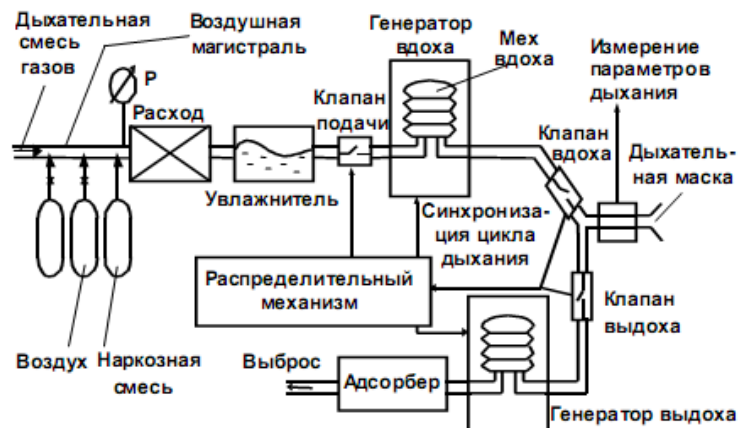

Рис. 3.2. Схема апарату для ШВЛ
1. Ознайомитися зі структурною схемою та основними частинами апарату (рис.3.2).